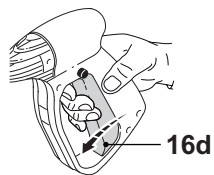

Fig.20
1. Relâchez la gâchette (16d) (Fig.20)